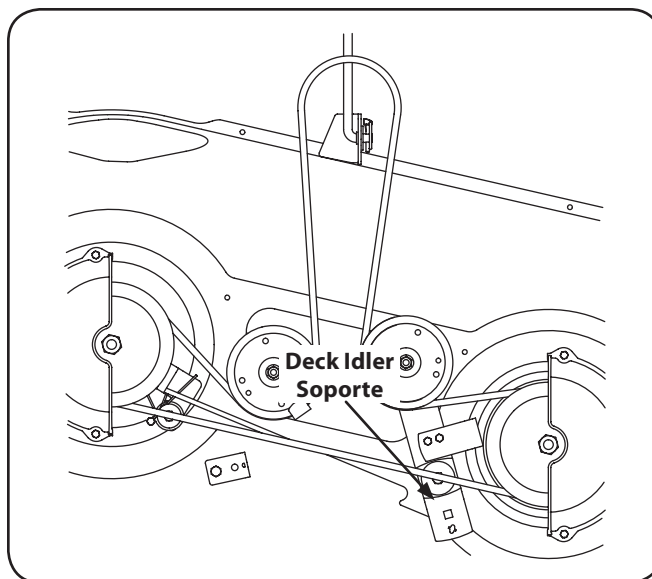

Figura 7-2
4. Retire la correa (C) de alrededor de la polea del motor del tractor y de la(s) polea(s) loca(s).
**NOTA: El 42 "Cubiertas:** Si hay demasiada tensión en la correa para que pueda ser fácilmente eliminado de la toma de fuerza del embrague eléctrico, inserte un 3 / 8" disco llave de trinquete (juego para soltar) en el agujero cuadrado en el soporte de la cubierta y ocioso pivote hacia el lado izquierdo del tractor para aliviar la tensión en la correa. Véase la Figura 7-2.